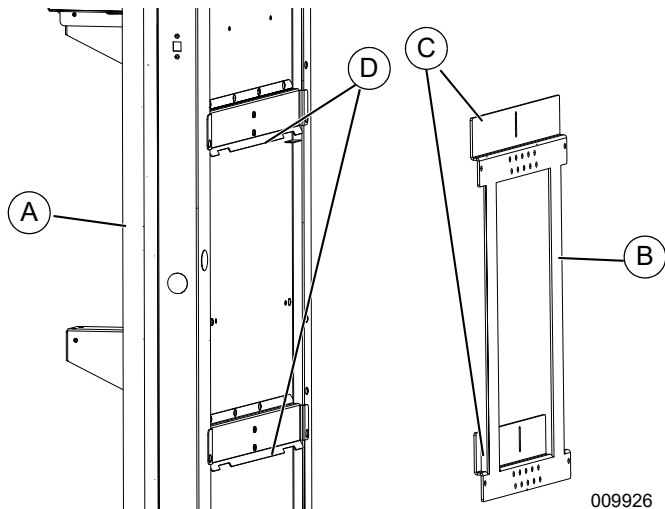

Figura 4-9. Soporte de montaje (1 de 2)
1. Consulte la **Figura 4-9**. Levante el cuerpo (A) y colóquelo en el soporte (B). Mantenga el cuerpo ceñido a la pared mientras lo baja hacia el soporte. Verifique que las lengüetas del soporte (C) se enganchen en las cavidades del cuerpo (D).